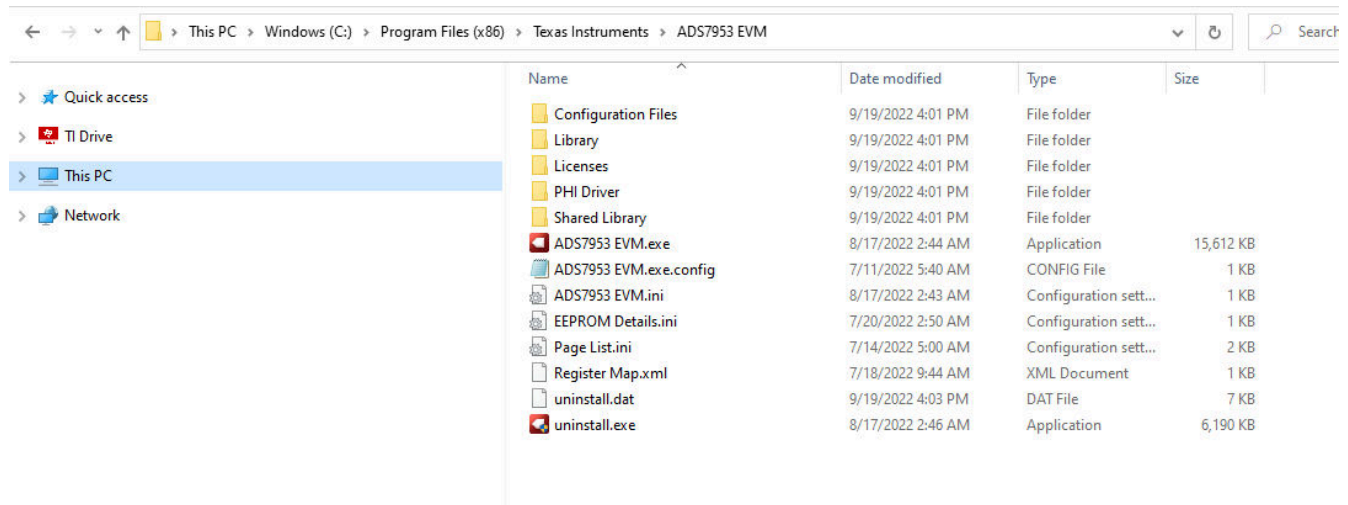

图 6-1. 启动 EVM GUI 软件
3. 从安装路径启动器件 EVM GUI 软件，如图 6-1 所示，或使用安装过程中创建的桌面快捷方式。